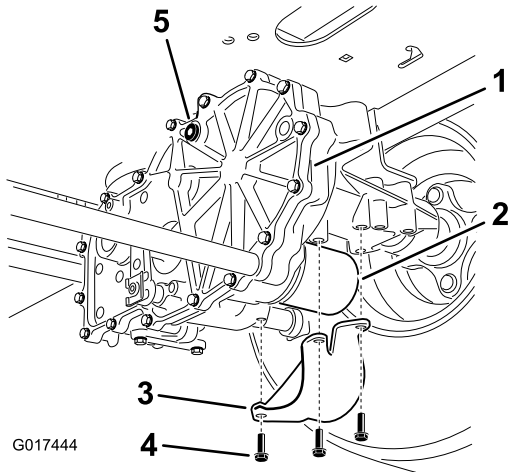

Figura 98
- Localice el filtro y los protectores de cada sistema de tracción del transeje (Figura 98).
- Retire los 3 tornillos que sujetan el protector del filtro, y retire el protector (Figura 98).